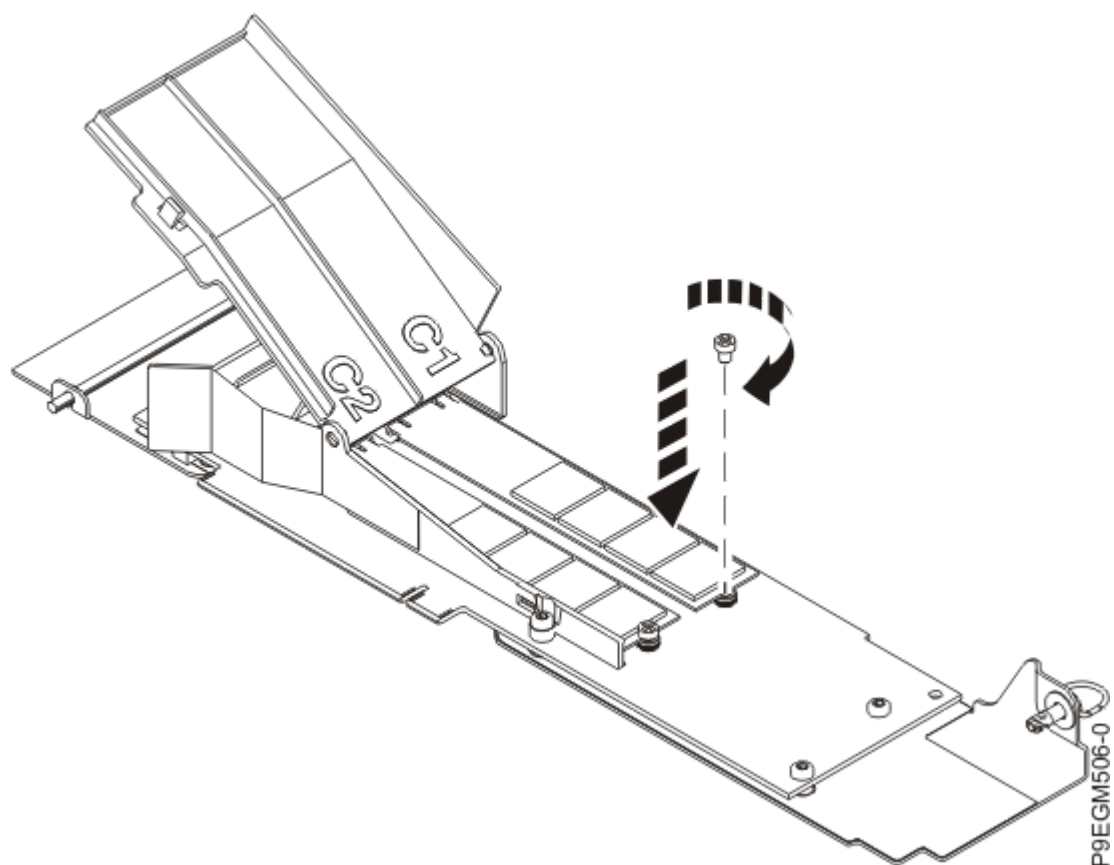

Figura 21. Fixar o módulo flash NVMe M.2 na placa portadora
3. Com uma chave de parafusos Phillips, fixe o módulo flash na placa portadora NVMe M.2 Figura 21 na página 27.